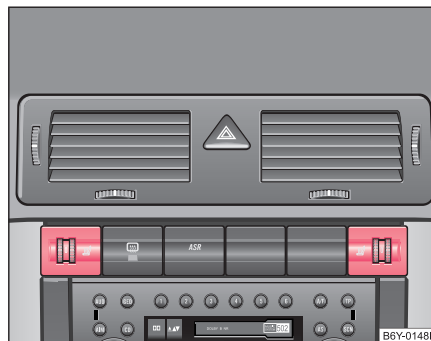

Fig. 47 Cuadro de conmutadores: Regulador giratorio para el calefacción de los asientos delanteros
- Girando el correspondiente regulador giratorio ⇒ página 70, fig. 47, puede conectar y regular el calefactado del asiento del conductor o del acompañante.